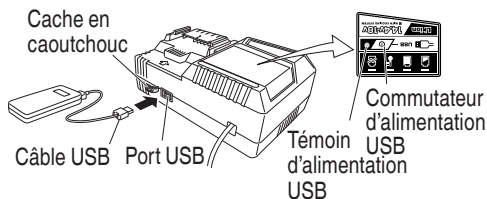

Fig.8
- (2) Mettez le commutateur d'alimentation USB sur marche (Fig. 8)
- (3) Connectez le câble USB. (Fig. 8)
- (4) Lorsque la charge est terminée
- Mettez le commutateur d'alimentation USB sur arrêt et débranchez le câble d'alimentation de la prise électrique. (Fig. 8)